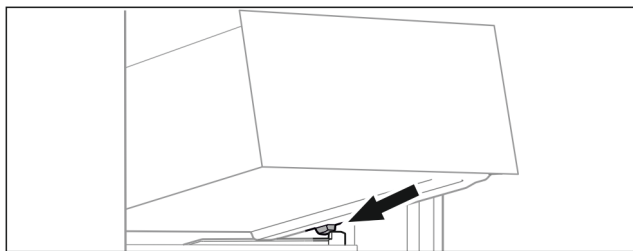

Fig. 30
- ▶ 将抽屉斜放在容器肋梁上的止动器后面。(参见 Fig. 30)